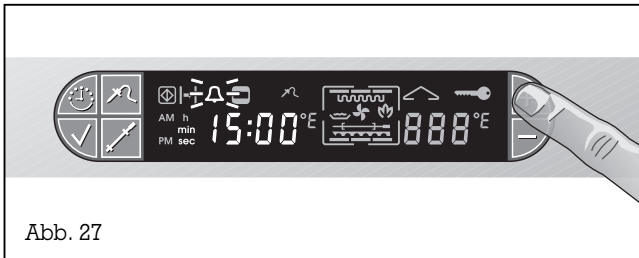

Abb. 27
- Betätigen Sie die Taste + am Display. Das Symbol  $\Delta$  (Kurzzeit) blinkt (Abb. 27).